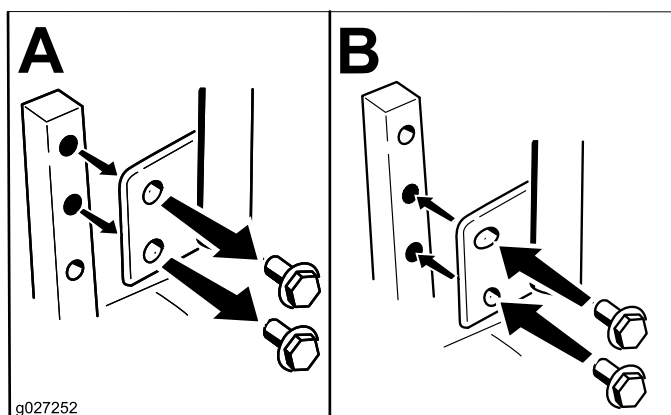

Figure 23
La hauteur des leviers de commande de déplacement peut être ajustée en fonction de la taille de l'utilisateur (Figure 23).
2. Desserrez le boulon inférieur jusqu'à ce qu'il soit possible de pivoter le levier de commande en avant ou en arrière (Figure 23). Serrez les deux boulons pour fixer la commande à sa nouvelle position.